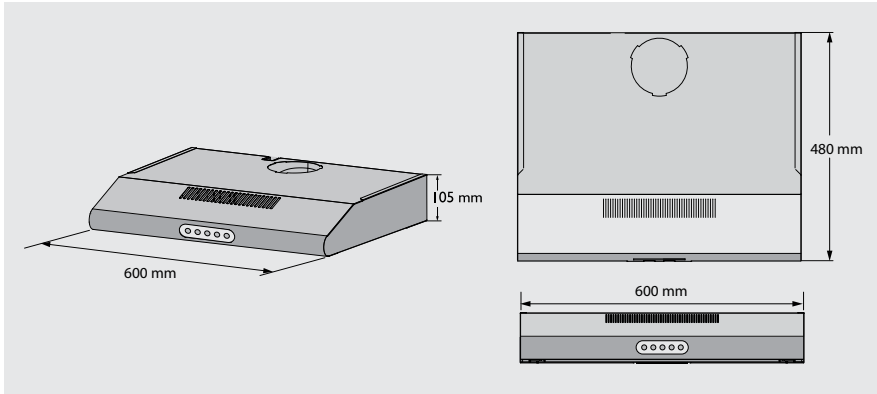

Figura 2
- Este producto debe ser instalado de acuerdo con las medidas informadas por el fabricante en la página 9, (Ver figura 2).